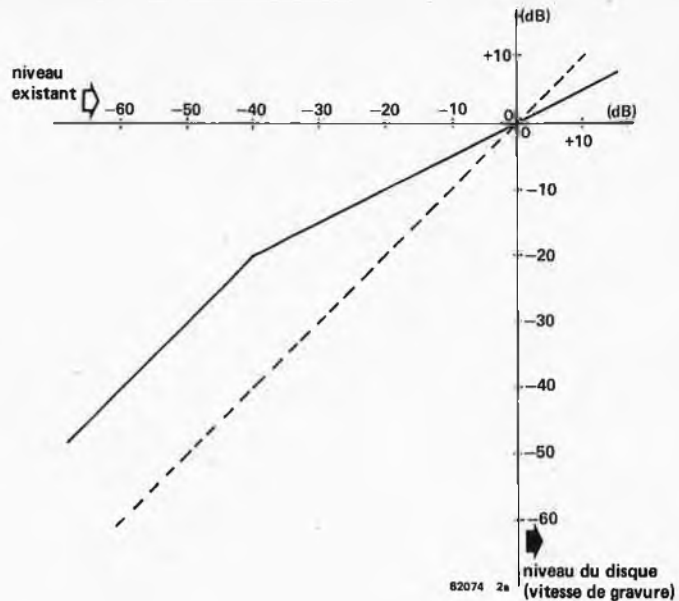
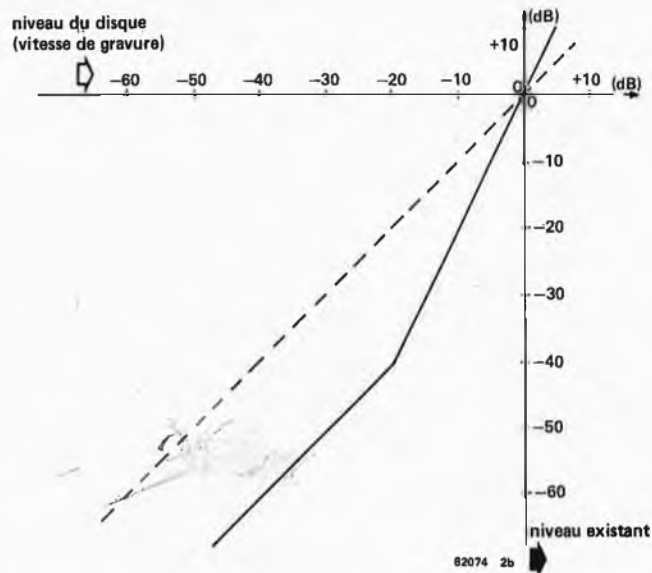
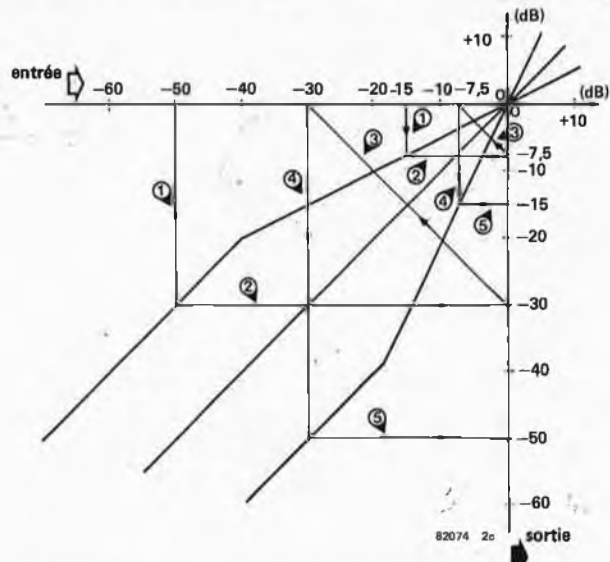

Figure 2a. Diagramme de la compression à la mode CX.
Figure 2b. Diagramme de l'expansion à la mode CX.
Figure 2c. Diagramme de la combinaison du compresseur et de l'expanseur du système CX.
Comment la compression et l'expansion agissent-elles? Commençons par la compression. Prenons la figure 2a. Les deux axes du graphique sont gradués en niveaux, donnés en dB. On trouve sur l'abscisse, (ligne horizontale), le niveau existant, c'est à dire la tension d'entrée du compresseur, sur l'ordonnée, (axe vertical), on lit la vitesse à laquelle le signal a été gravé sur le disque. Zéro dB correspond à une vitesse de 3,54 cm par seconde. S'il n'y a pas de compression, il existe une relation linéaire entre la
vitesse et le niveau existant, c'est ce qu'illustre la ligne en pointillés de la figure 2a. Lorsque le niveau existant dépasse -40 dB on parle d'une compression de rapport 2 : 1; une variation de x dB du niveau, d'entrée entraîne un changement de $\frac{1}{2}x$ dB de la vitesse de gravure. Lorsque le niveau d'entrée reste inférieur à -40 dB, on maintient le rapport avec la vitesse de gravure à 1 : 1, il n'y a pas de compression.
Passons maintenant à l'expansion. Penchez-vous sur la figure 2b. La tension d'entrée de l'expandeur est représentée sur l'abscisse de la figure 2b, elle est fonction de la vitesse de gravure du disque, du niveau de reproduction donc. Ici encore, zéro dB correspond à une vitesse de gravure de 3,54 cm par seconde. Nous retrouvons ici aussi la ligne pointillée à 45° en cas d'absence d'expansion. Lorsque le niveau gravé sur le disque atteint ou dépasse -20 dB il y a expansion dans le rapport 1 : 2. Ce qui signifie qu'une variation de x dB du niveau du disque entraîne une variation de $2x$ dB du niveau de sortie de l'expandeur. Si le niveau gravé sur le disque est inférieur à -20 dB, il n'y a pas d'expansion. Le graphique montre cette évolution sous la forme d'un angle de 45° qui correspond à un rapport de 1 : 1.
La somme des effets de la compression et de l'expansion doit finir par produire un rapport de 1 : 1 entre le niveau d'entrée du compresseur, (abscisse de la figure 2a) et le niveau de sortie de l'expandeur, (ordonnée de la figure 2b). Cela est-il le cas. Il n'y a qu'à regarder la figure 2c. On y voit en effet que pour les exemples de niveaux d'entrée de -15 dB et de -50 dB on a bien -15 dB et -50 dB en sortie. Les deux droites affublées d'un ③ sur la figure 2c, correspondant au passage de l'ordonnée de la figure 2a à l'abscisse de la figure 2b: ces deux axes sont en relation avec le niveau du disque, (vitesse de gravure). On peut garantir ainsi que tout va rentrer dans l'ordre, après une compression et une expansion. Les positions des points de rupture des courbes de caractéristiques de compression et d'expansion sont symétriques par rapport à la caractéristique d'ensemble que représente la ligne à 45° . De très légères variations dans le positionnement de ces points de rupture, dues à un réglage de niveau imparfait, n'ont aucun effet néfaste sur le résultat final.
mande des OTA entrent respectivement par les broches 1 et 16 de IC4. Pour les deux OTA, le courant de commande est égal à la moitié du courant de collecteur de T4. On voit tout de suite qu'en dessous d'un niveau déterminé, (moins de -20 dB comme le montre la figure 2b), ce courant de commande reste constant. Il n'y a pas d'expansion.